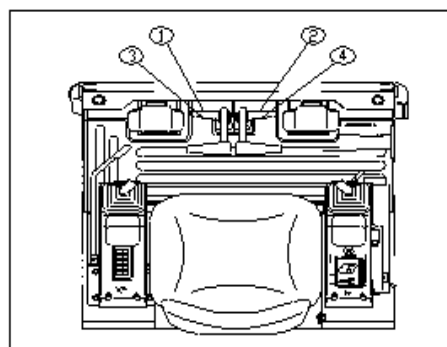
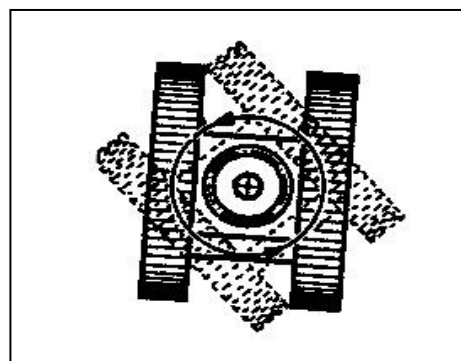
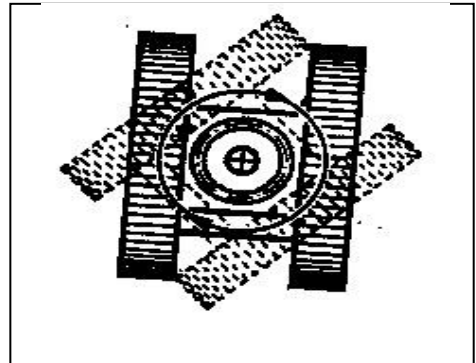

FIG. 4.4.1
FIG. 4.4.2
FIG. 4.4.3
1) **Deplasare în linie dreaptă:** Apăsați în același timp două pedale înainte. (pedala 1 și 2 din FIG. 4.4.1)
2) **Întoarcere în linie dreaptă:** Apăsați în același timp două pedale în spate. (pedala 3 și 4 din FIG. 4.4.1)
- Viraj la stânga (FIG. 4.4.2): Apăsați pedala dreaptă înainte (2 din FIG. 4.4.1 și pedala stângă înapoi. (3 din FIG. 4.4.1)
- Viraj la dreapta (FIG. 4.4.3): Călcați pedala din partea dreaptă spre spate (4 din FIG. 4.4.1) și pedala din partea dreaptă în față (1 din FIG. 4.4.1).
- Virajul la stânga: Apăsăți pedala din dreapta în față. (Conform punctului 2 din FIG. 4.4.1)
- Virajul la dreapta: Acționați pedala stângă înainte. (Conform punctului 1 din FIG. 4.4.1)